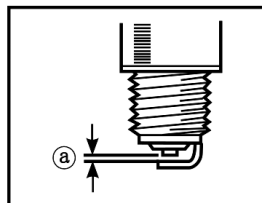

Fig. 30 – Espacio de la bujía
- Retire los tornillos (1) y luego retire la tapa, como se muestra en la Fig.30.